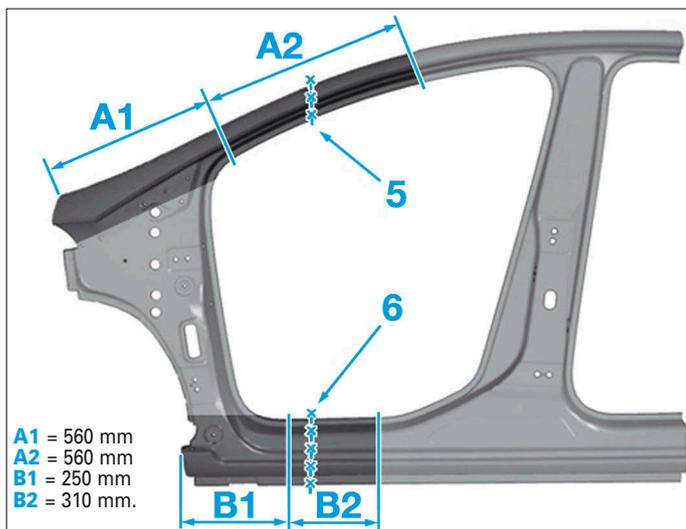

FIG. 47
• Tracer en (5) et (6) dans les zones de coupes (A2) et (B2) puis découper (Fig.47).